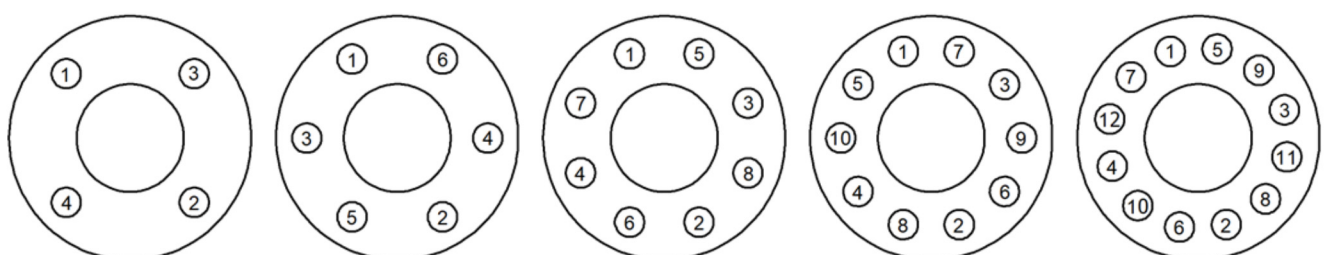

Fig. 2 Secuencia de apriete
Para garantizar la uniformidad de la carga y la alineación, los bulones de las bridas se deben apretar de forma gradual y en secuencia cruzada, como se indica en la «Fig. 2»
- ◆ Aflojar la tuerca (10) y desatornillar por completo los bulones (15).
- ◆ Separar el grupo del bonete (9), el obturador por completo (3)
- ◆ Quitar la eventual jaula (5).
- ◆ Reemplazar la junta de cierre del pistón de equilibrio (8) desatornillando la guía (6).
- ◆ Si es necesario, desatornillar y reemplazar el recinto (2) usando las llaves adecuadas.
- ◆ Insertar en el bonete (9) el obturador nuevo, teniendo cuidado de lubricar el vástago con aceite de silicona.
- ◆ Reemplazar siempre la junta del cuerpo (11) limpiando con cuidado las plantas de apoyo.
- ◆ Apretar las tuercas (15) de forma gradual y en secuencia cruzada, como se indica en el ejemplo en la «Fig. 2» del párrafo 2.01, usando los pares indicados en el capítulo 5